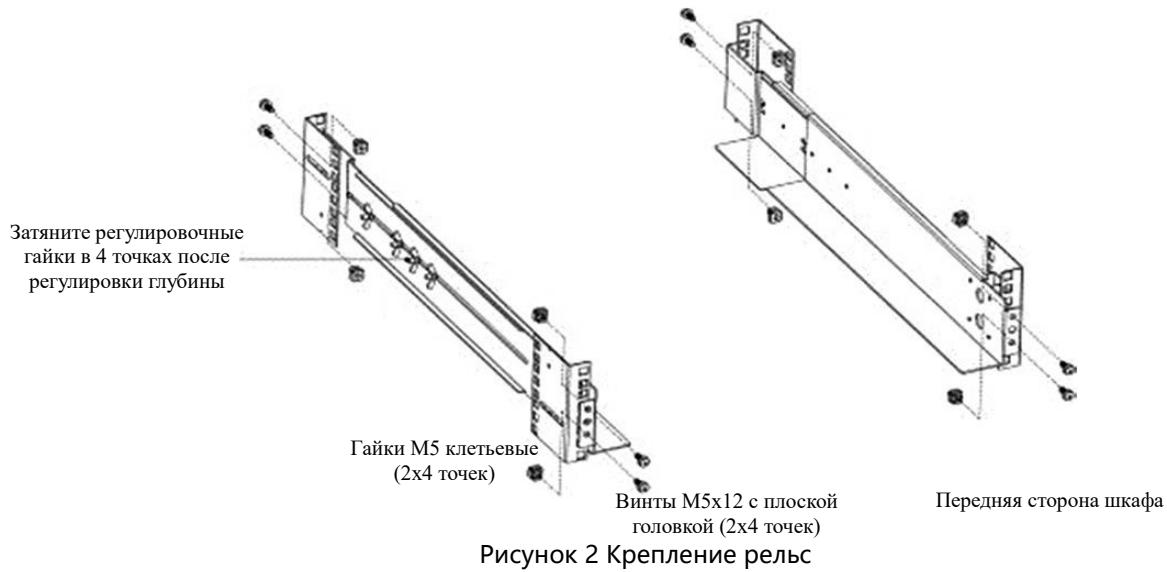

Рисунок 2 Крепление рельс
- Выберите место установки ИБП в шкафу и установите направляющие, зафиксировав их спереди и сзади (см. рисунок 2). Монтажный комплект занимает четыре точки крепления, по две спереди и сзади шкафа.